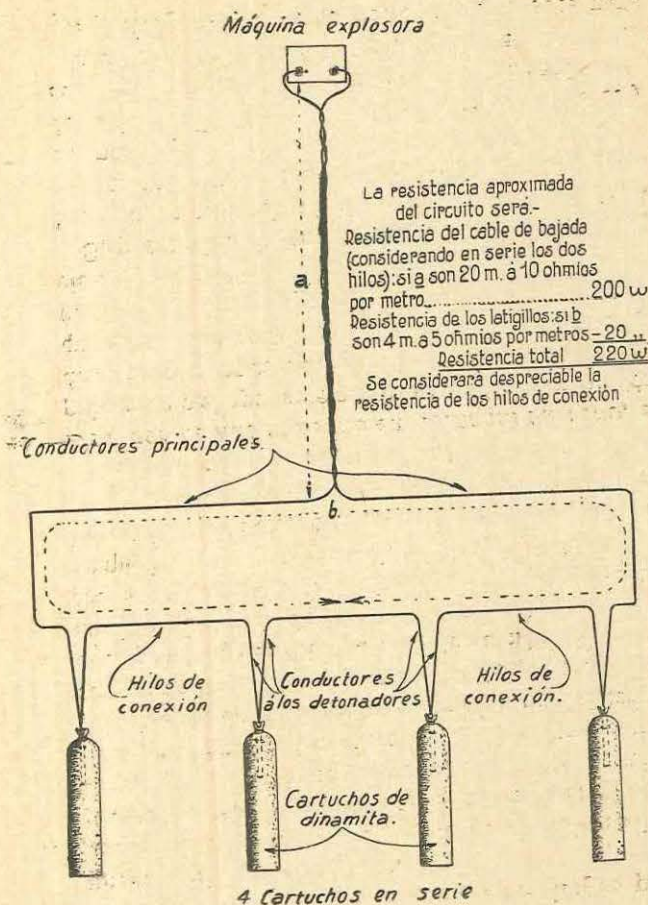

Fig. 10
46.—*Hilos de conexión.* Cuando haya que disparar sólo un barreno, se pueden unir directamente los conductores del detonador a los del circuito general. Todas las uniones entre los hilos se harán retorciendo fuertemente los extremos con alicates y teniendo cuidado de que la superficie de ellos quede limpia y sin oxidaciones después del retorcido. Cuando haya que disparar simultáneamente más de un barreno se pondrán todos en serie entre sí y con la máquina explosora (fig. 10).